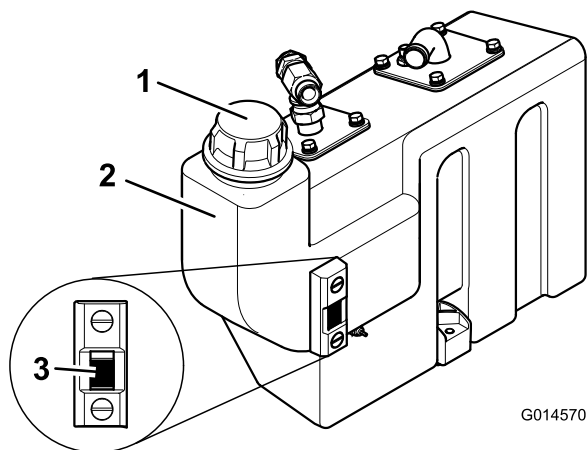

Figure 29
3. Si l'appoint d'huile hydraulique est nécessaire, nettoyez la surface autour du bouchon du réservoir hydraulique (Figure 29). Retirez le bouchon du réservoir.